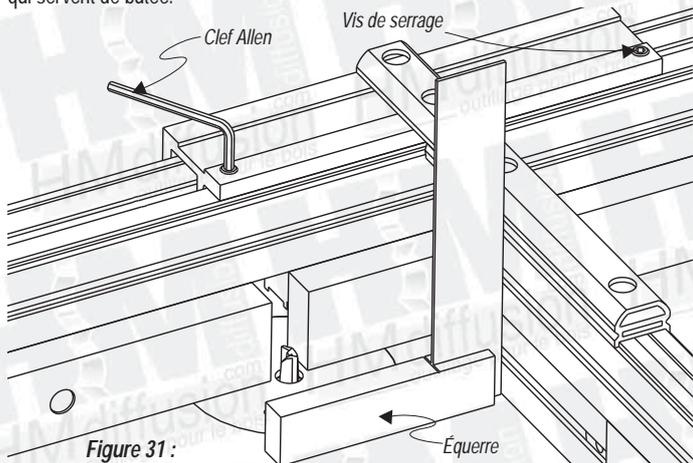

Figure 31 :
- Le Réglage de l'équerrage du guide perpendiculaire par rapport à la table se fait en utilisant une équerre de précision comme indiqué sur la figure 31. À l'aide de la clef allène, vous réglerez de part et d'autre de la glissière le niveau de vissage des deux vis qui servent de butée.